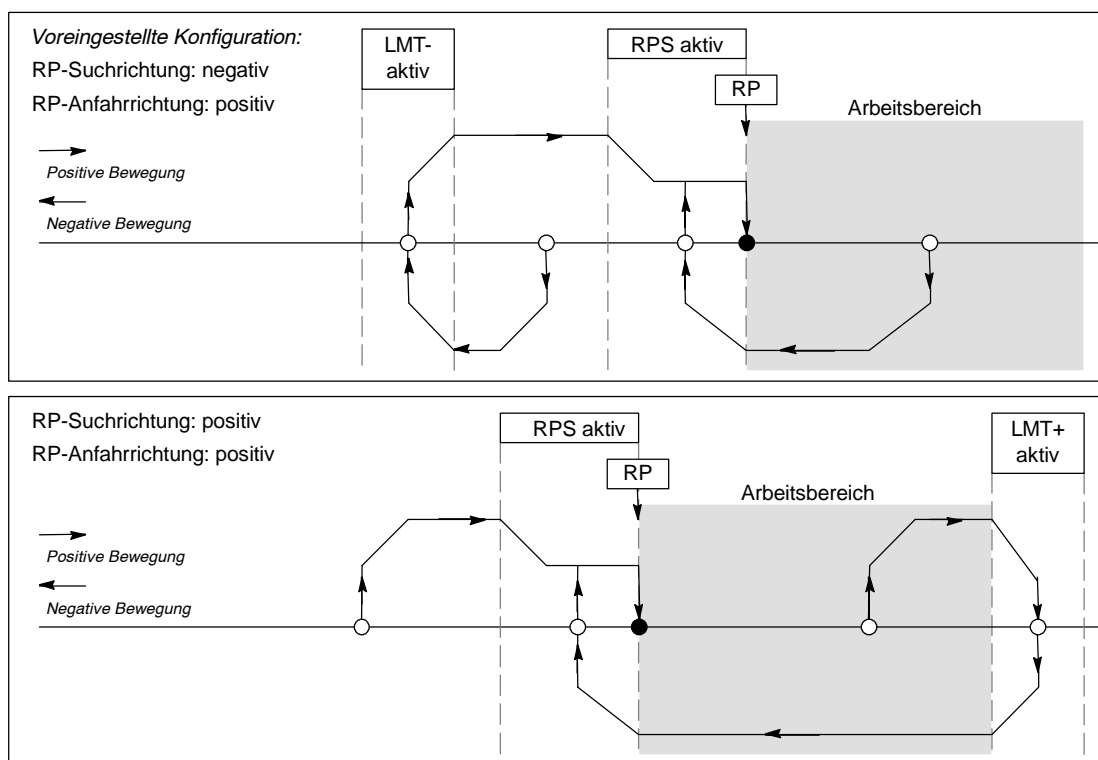

Bild 9-21 RP-Suche: Modus 1
- ☐ Bild 9-21 zeigt zwei der Optionen für den RP-Suchmodus 1. In diesem Modus wird die Lage des RP an der Stelle ermittelt, an der der Eingang RPS beim Anfahren von der Arbeitsbereichsseite aktiv wird.